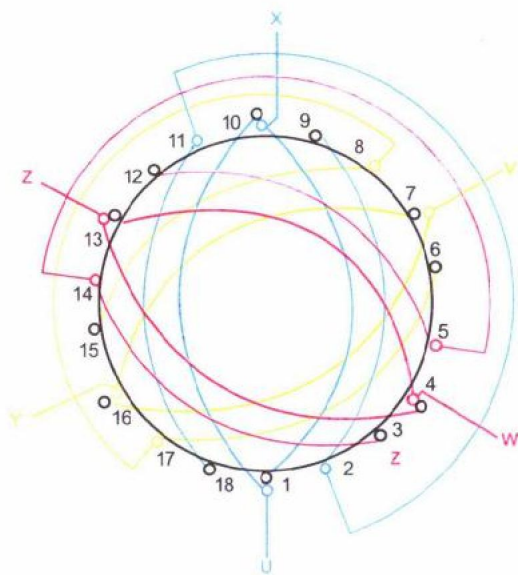

图 1-7 单层节距取 7、双层节距取 9 的
(2) 单层取节距 7 (1~8), 双层取节距 9 (1~10)。绕组布线见图 1-7, 图中粗线为单层, 细线为双层, 其嵌线顺序见表 1-7。